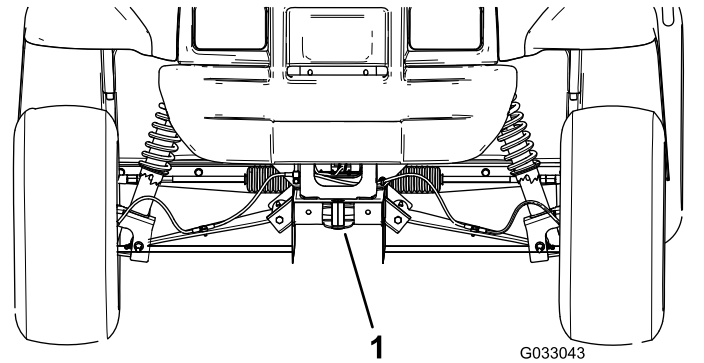

Figura 26
- El punto de elevación de la parte delantera de la máquina se encuentra en la parte delantera del bastidor, detrás del punto de remolque (Figura 26).